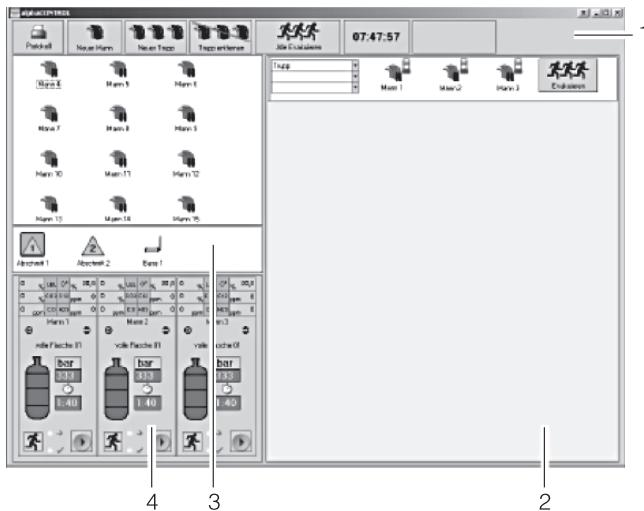

图 14 检测软件用户界面
- 气压，剩余服务时间，报警和菜单栏的详细显示（见图14）
如果无线USB模块连接到alphaSOUT，在头盔边会有无线USB的标志显示（见图14）。